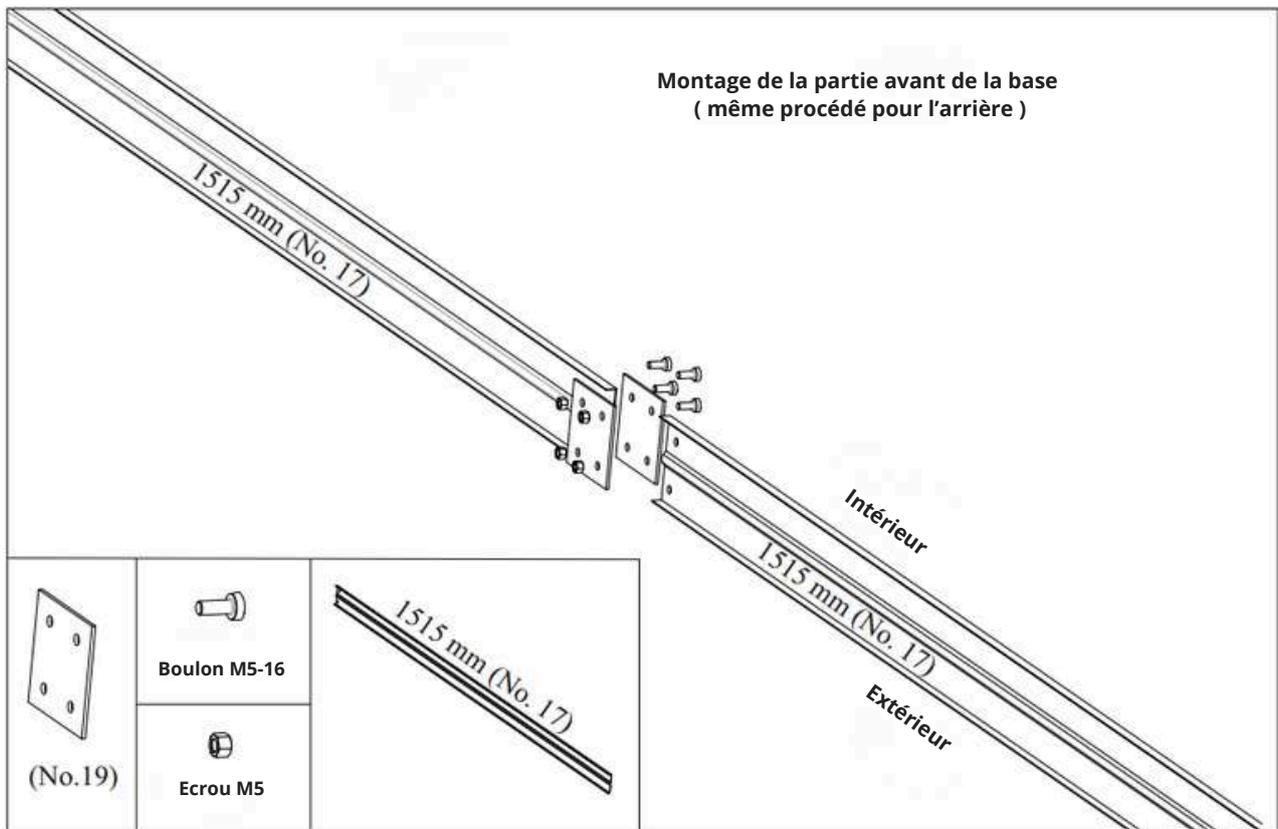

Fig. 1
**A)** Reliez les parties avant de la base de la fondation (1515 mm No 17 + 1515 mm long No 17) avec des plaques (No 19) sur les deux côtés et fixez avec des boulons M5-16 et des écrous. La même action est effectuée avec les parties arrière. **VOIR FIG. 1**